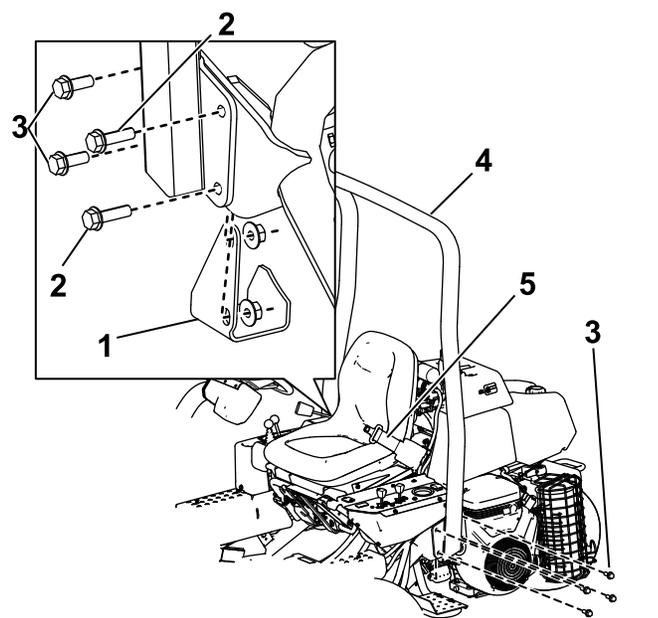

Рисунок 6
2. Опустите защитную дугу (Рисунок 6) на монтажные кронштейны, совместив монтажные отверстия.
3. Прикрепите левую сторону защитной дуги к монтажному кронштейну с помощью 4 болтов (½ x 1½ дюйма) и контргаяк (Рисунок 6).
5. Прикрепите правую сторону защитной дуги и ранее снятую опорную плиту домкрата к монтажному кронштейну при помощи 2 болтов (½ x 1½ дюйма), 2 болтов (½ x 1¾ дюйма) и контргаяк, как показано на Рисунок 6.